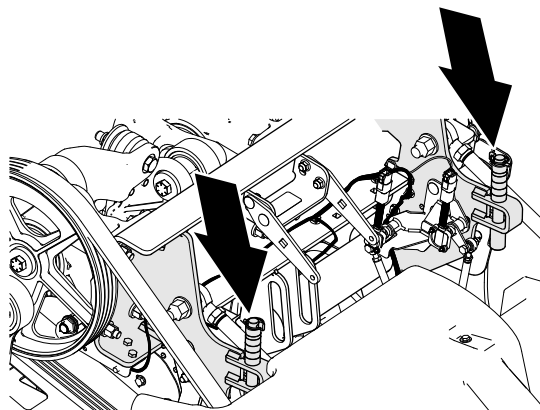
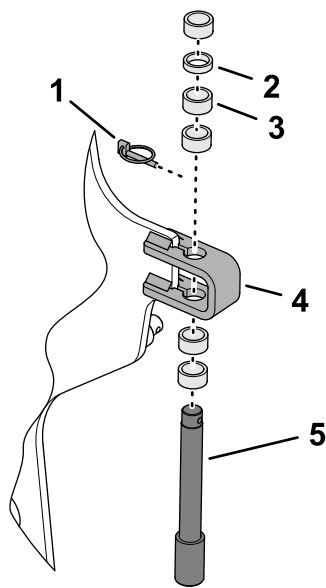

Figura 111
Figura 112
3. Scoateți tiftul de prindere care fixează tiftul de adâncime-oprire și distanțierele la suportul de oprire (Figura 111 și Figura 112).